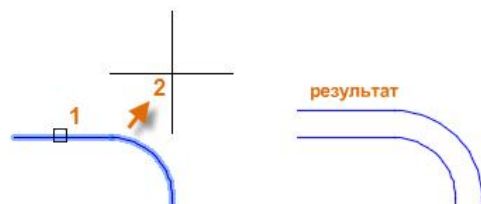

Рисунок 4.9 – Створення паралельної лінії
Під час виконання дій оберіть об'єкт (1), вкажіть відстань зміщення і клацніть ЛКМ з того боку від вихідної точки, де потрібно отримати результат (2) (рис. 4.9).